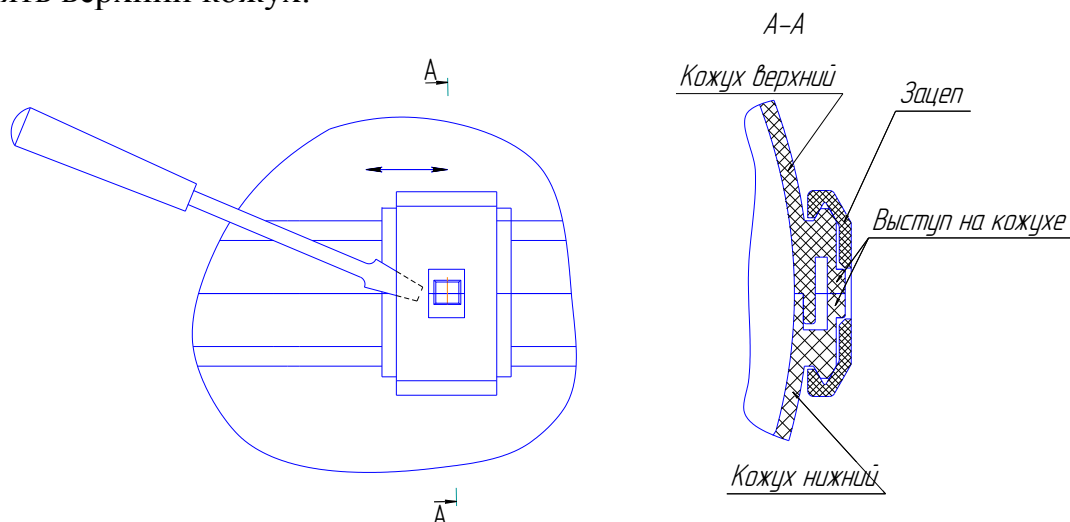

Рис.2- Снятие зацепа с корпуса нагревателя.
- снять зацепы. При снятии зацепа необходимо отверткой (с тонким жалом) отжать зацеп на величину высоты выступа на кожухе и сдвинуть вправо или влево относительно корпуса до полного снятия (рис.2);